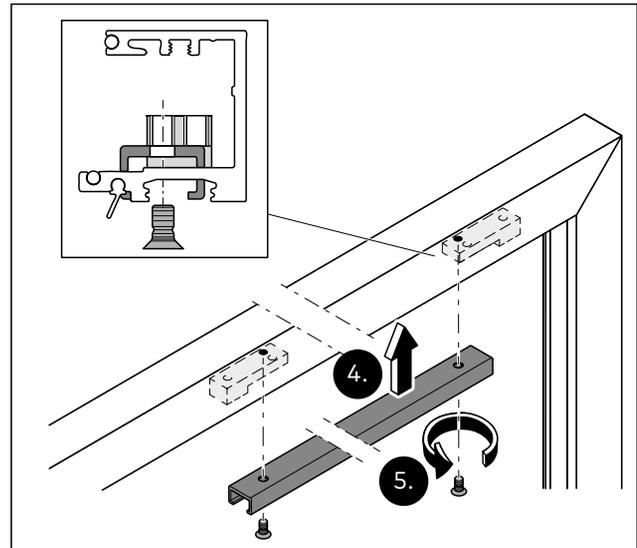

Abb. 41 Die Halterungen für die Gleitschiene des ITS 96 im waagerechten Deckprofil für die Zarge montieren
4. Die Gleitschiene an die Halterungen im Deckprofil anbringen (Abb. 41).